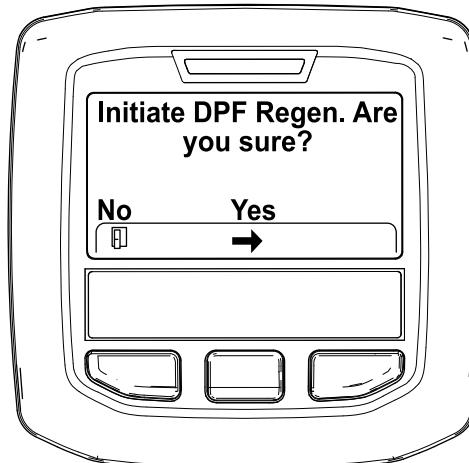

Figura 46
- Quando surge a mensagem "Initiate DPF Regen. Are you sure?" (Iniciar Regen. DPF. Tem a certeza?), prima o botão central (Figura 46).